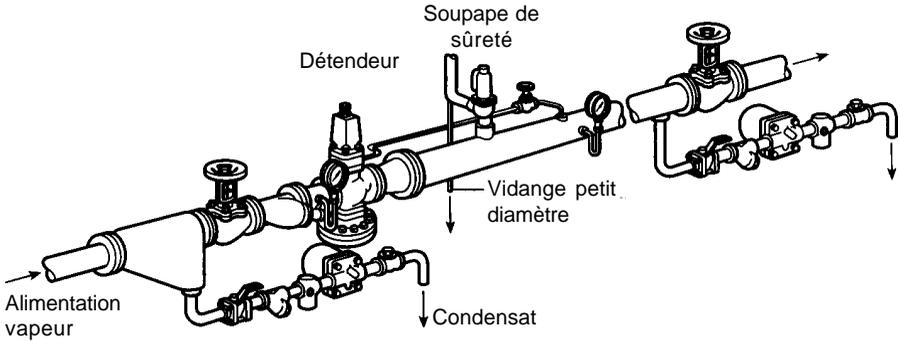

Fig. 1 - Installation typique d'une soupape de sûreté, en aval d'un poste de détente
- 4.1 S'assurer que l'installation est correcte (Fig. 1 page 4).